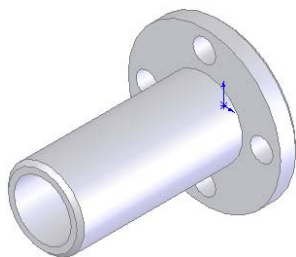

图 5-30 修改后的图形
**04** 退出修改特征。单击“特征”工具栏中的“Instant3D”图标按钮，退出动态修改特征操作。此时图形如图 5-30 所示。